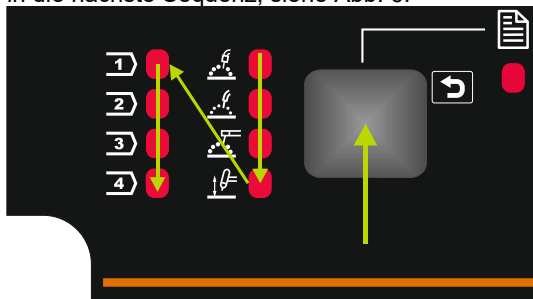

Abb. 6
- Wenn die linke Taste [30] noch einmal gedrückt wird, springt die Schweißprogramm-Anzeige [30 oder 31] in die nächste Sequenz, siehe Abb. 6.